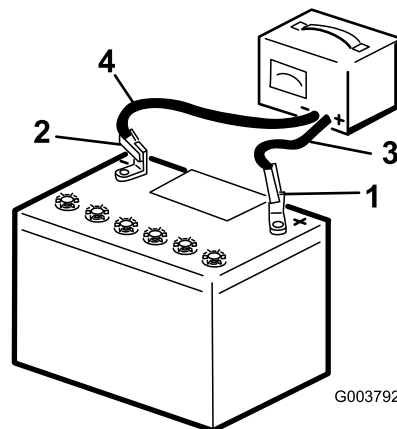

Figura 64
3. Conecte el cable positivo del cargador de la batería al borne positivo (Figura 64).
4. Conecte el cable negativo del cargador de la batería al borne negativo (Figura 64).
6. Cuando la batería esté completamente cargada, desconecte el cargador de la fuente de electricidad, luego desconecte los cables del cargador de los bornes de la batería (Figura 64).